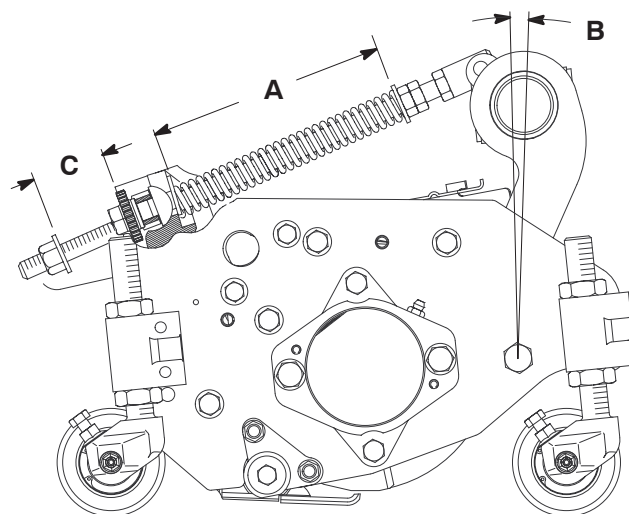

Figure 11
Le ressort de compensation (Fig. 11) qui relie le bâti porteur au plateau de coupe, contrôle la rotation avant/arrière disponible ainsi que la garde au sol lors du déplacement d'un point à un autre et des demi-tours.
1. Serrez le contre-écrou à l'arrière de la tige de ressort jusqu'à obtenir un écartement **C** de 26 mm entre l'arrière du support du ressort et l'avant de la rondelle (Fig. 11).
2. Serrez les écrous hex. sur l'extrémité avant de la tige de ressort jusqu'à ce que la longueur du ressort comprimé **A** soit égale à 203 mm (Fig. 11).
Remarque : Lorsque vous tondez des gazons irréguliers ou accidentés, augmentez la longueur du ressort comprimé **A** à 216 mm et l'écartement **C** entre l'arrière du support de ressort et l'avant de la rondelle à 39 mm (Fig. 11).